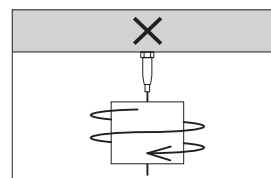

図8
- ・吊っている対象物を回転させるなど、ワイヤーに常にねじれの力が加わる状態での使用はお止めください(図8)。ワイヤーが金具から抜ける場合があります。